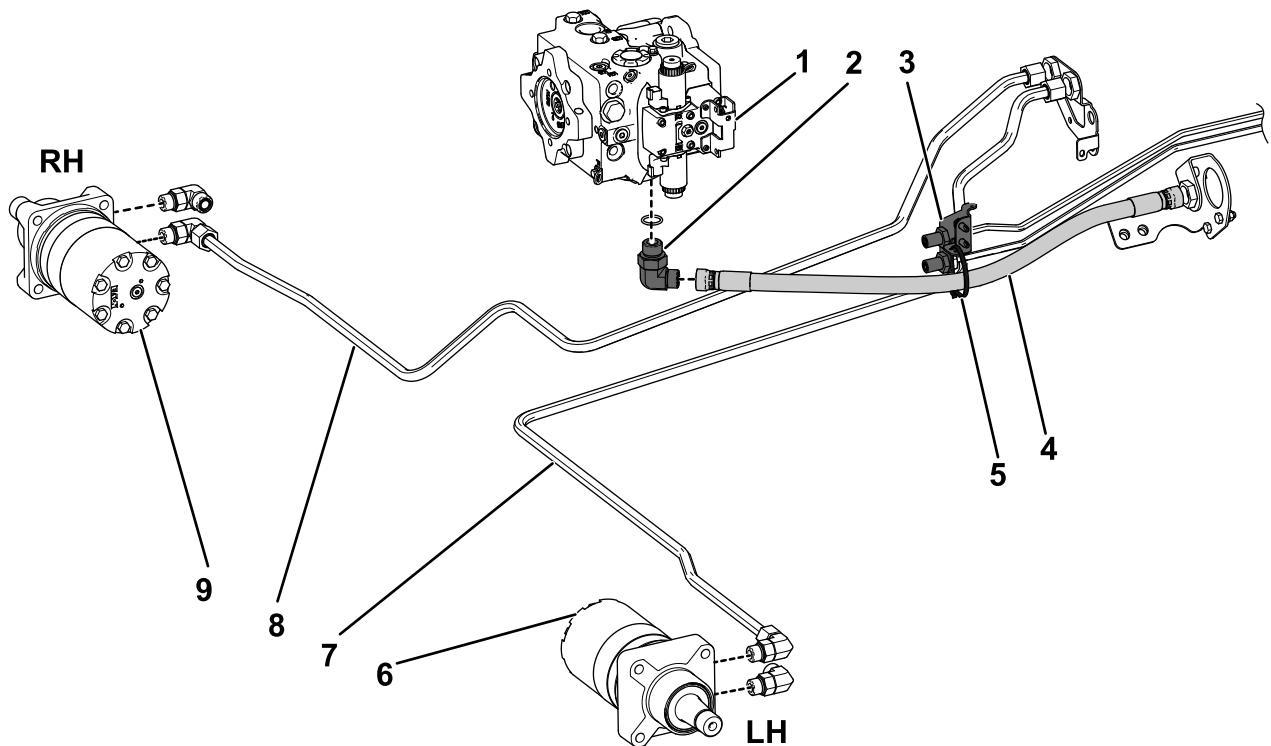

Figura 12
1. Conecte el tubo hidráulico, pieza n.º 108-7622, al acoplamiento del motor de rueda derecho y al tubo hidráulico derecho del tabique derecho del bastidor (Figura 12).
2. Conecte el tubo hidráulico, pieza n.º 108-7623, al acoplamiento del motor de rueda izquierdo y al tubo hidráulico izquierdo del tabique derecho del bastidor (Figura 12). Apriete el tubo a los acoplamientos del motor a entre 81 y 89 N·m.
3. Instale un acoplamiento hidráulico de 90° en la parte inferior de la bomba variable (Figura 12). Apriete el acoplamiento a la bomba a entre 183 y 202 Nm.
- En los modelos 03950 y 03954, fije la manguera hidráulica al soporte del pasamuros con una brida para cable, tal y como se muestra en la Figura 12.